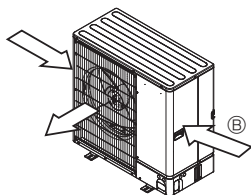

Fig. 2-6
③ Anbring om muligt enheden således, at luftudblæsningen blæser vinkelret på den fremherskende vindretning. (Fig. 2-6)